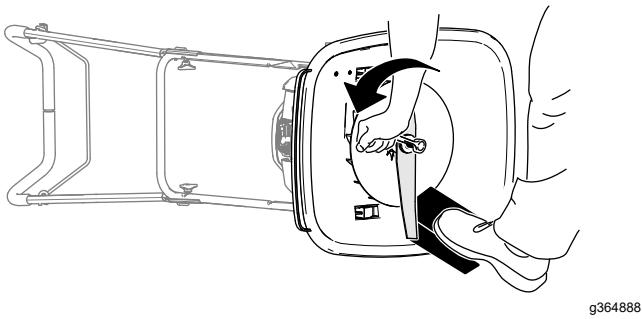

Figura 21
3. Utilize um bloco de madeira para manter a lâmina segura (Figura 21).
- Utilize uma chave para remover a lâmina rodando o parafuso no sentido contrário ao dos ponteiros do relógio (**Figura 21**).